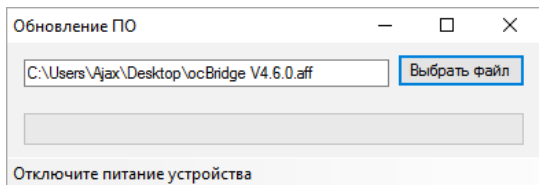

РИС. 26. Выбор файла прошивки приемника
7.2. ПО обновляется при помощи программы-конфигуратора. Если приемник подключен к конфигуратору, следует нажать кнопку «Отключиться» не отсоединяя ocBridge физически от ПК. Затем в меню «Подключение» – «Настройка» выбираем порт, к которому подключен ocBridge. После чего в выпадающем меню «Файл» необходимо выбрать пункт «Обновление ПО» и нажав кнопку «Выбрать файл» указать путь к файлу *.aff с обновленной версией ПО на диске (РИС. 26).